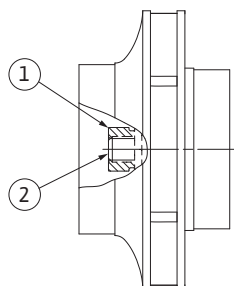

Fig. 55: Poziția corectă a piuliței rotorului după instalare
29. Prindeți arborele (a se vedea pasul 24) și fixați piulița rotorului cu acel cuplu de strângere prevăzut (a se vedea tabelul „Tabelul 11: Cupluri de strângere a șuruburilor” la pagina 54). Piulița (Fig. 55, Poz. 1) trebuie să fie aliniată aproximativ $\pm 0,5$ mm cu capătul arborelui (Fig. 55, Poz. 2). Dacă aceasta nu este aliniată, desfaceți piulița și repetați pașii 25 până la 29.